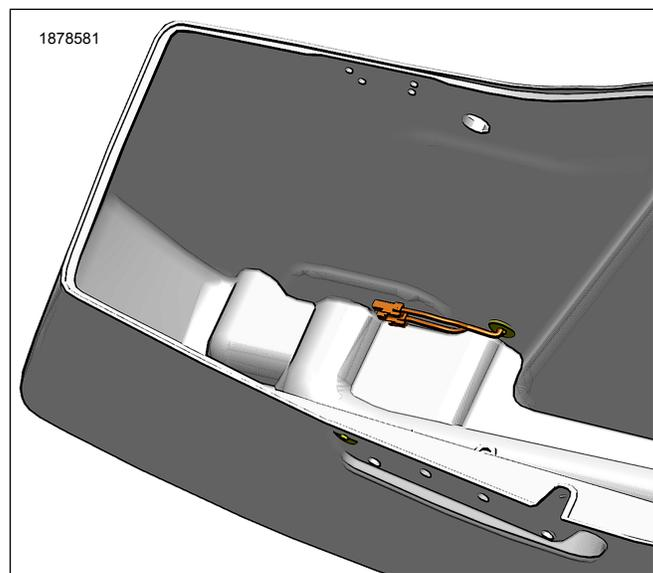

Figura 7. Tendido del arnés de puente (si está instalado)
5. Vea la Figura 7. Si va a instalar el kit de luz indicadora (n.º de pieza 68000372) y el de luz interior (n.º de pieza 68000425) en ambas alforjas, debe comprar por separado dos puentes de arnés de cables para accesorios traseros (n.º de pieza 69203366).